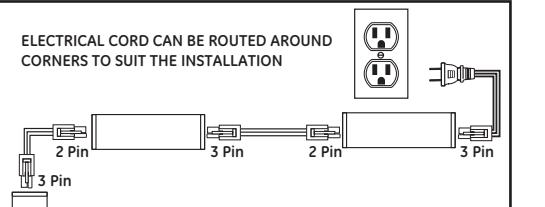

Figure 5
6. Your line cord has a molded plug on one end and a link connector at the other end. The link connector plugs into your LED bar. The second cord provided is a linking cord with link connectors on both ends. This is used to connect your LED bar to the next bar in your chain. Link adjacent bars only. See **Figure 5** below to see how the 2-pin and 3-pin plugs are intended to be used.
7. Attach the quick-connect power cord with the plug and 3-pin quick connector to the fixture closest to the outlet. See **Figure 4** and **Figure 5**.
2. Once installed, attach the linking cord between the last light bar (previously installed) and the new one. See **Figure 5** above to see how the 2-pin and 3-pin plugs are intended to be used.
6. Le cordon d'alimentation est doté d'une fiche moulée à une extrémité et d'un connecteur en série à l'autre extrémité. Le connecteur en série se branche sur la barre lumineuse DEL. Le deuxième cordon fourni est un cordon de raccordement muni de connecteurs en série aux deux extrémités. Il est utilisé pour raccorder une barre lumineuse DEL à la barre suivante de la série de barres lumineuses DEL. Raccorder en série les barres adjacentes seulement. **Voir la figure 5 ci-dessous** pour savoir comment utiliser les fiches à deux broches et à trois broches.
2. Une fois les barres installées, brancher le cordon de raccordement entre la dernière barre lumineuse (installée précédemment) et la nouvelle. **Voir la figure 5 ci-dessous** pour savoir comment utiliser les fiches à deux broches et à trois broches.